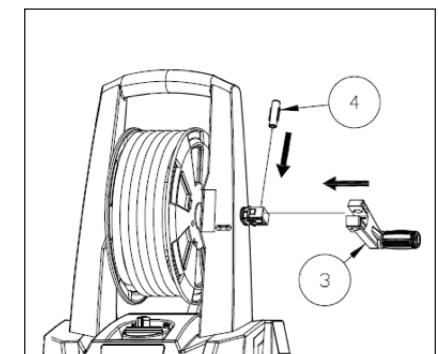

Figure 7 - Assembler la poignée dans l'unité (PW190200 seulement)
- Assembler la poignée (3) dans l'unité en insérant la tige (4) à la tige de liaison (voir la figure 7).